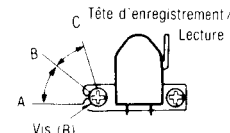

Fig. 3
Régler la vis (B) dans la Fig. 3 pour obtenir les niveaux de sortie maximum pour les canaux gauche et droit.
3. Faire tourner la vis indiquée dans la Fig. 3 pour trouver les angles A et C (point où les niveaux de sortie de crête pour les canaux gauche et droit sont obtenus respectivement). Situer alors l'angle B entre les angles A et C, autrement dit, en un point où les niveaux de sortie des canaux gauche et droit atteignent tous deux leur maximum. (Voir les Fig. 3 et 4).